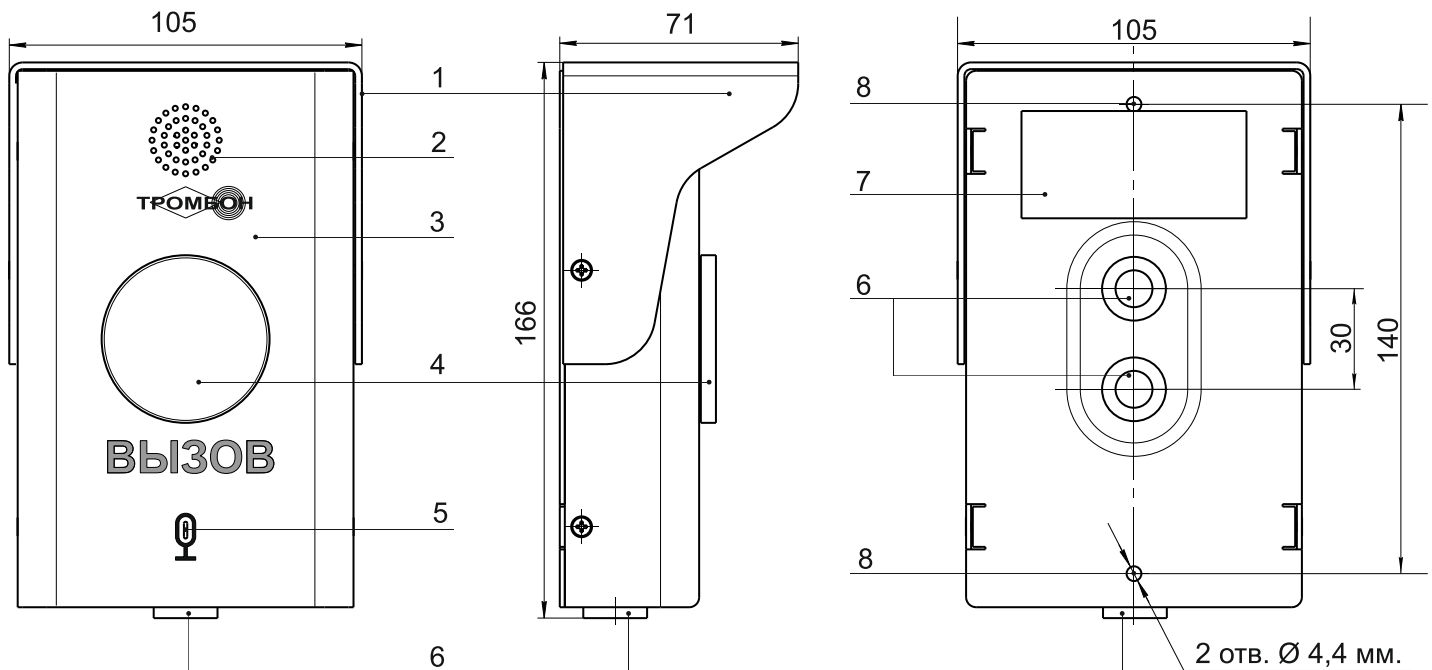

Рис. 1. Внешний вид АВУ со стороны передней, задней панелей и вид сбоку.
- 2). Подведите линии связи к месту установки АВУ. Обратите внимание, что отверстия на корпусе АВУ, предназначенные для подведения линий связи, расположены на задней крышке АВУ и на нижней части корпуса устройства (см. рис. 1 поз. 6).